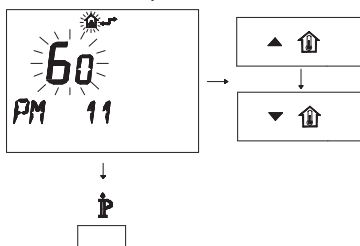

Fig. 5.58
- Per modificare il SET programmato agire sui pulsanti \uparrow o \downarrow e aspettare che il numero programmato cominci a lampeggiare (Fig. 5.58). Ogni passo incrementato o decrementato corrisponde a 1 secondi.